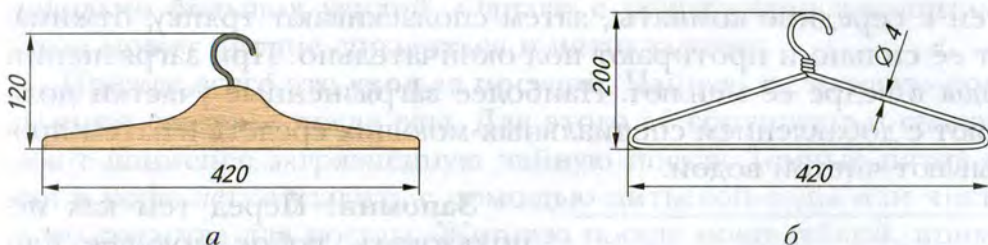

Рис. 168. Вешалка для одежды: а — из древесины лиственных пород;
1. Вешалка из древесины (см. рис. 168, *а*): выпилить заготовку, прострогать, зачистить; изготовить крючок, соединить на клею, покрыть изделие лаком.
2. Вешалка из проволоки (см. рис. 168, *б*): согнуть заготовку, зачистить, окрасить светлой эмалью.